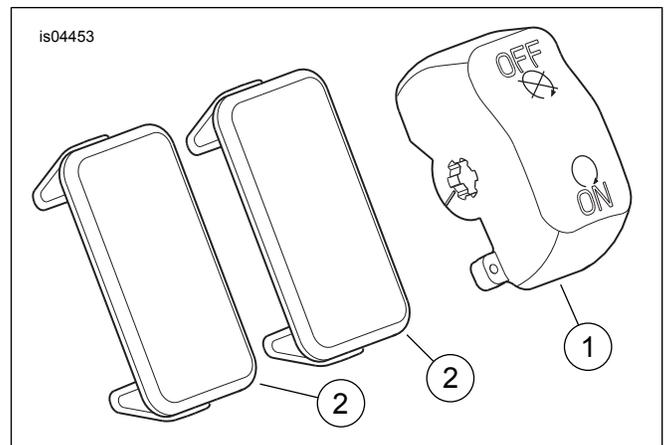

Figure 5. Pièces détachées, kit de capuchon de commutateur MARCHÉ/ARRÊT
Voir Figure 5 et Tableau 1.
- Soulever le capuchon de commutateur et l'éloigner de la goupille à pivot (3) en bas du commutateur, puis retirer le capuchon.
- Voir Figure 5. Sélectionner le capuchon chromé de commutateur de rechange du kit.